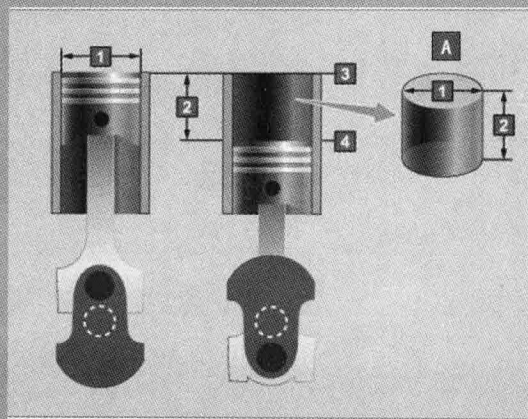

图 1-19 排气量
1) 气缸排气量也称气缸工作容积, 是由气缸圆面积乘以行程得出的容积 (图 1-19), 单位为 L。